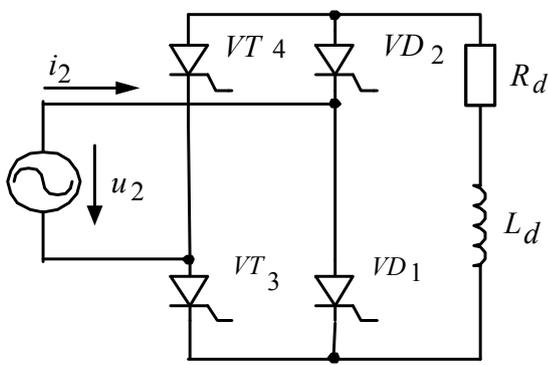

Рис. 32. Однофазный несимметричный мостовой выпрямитель (два диода VD_1 VD_2 и два тиристора VT_3 - VT_4)
1. Рассчитать управляемый выпрямитель (рис. 32). Исходные данные: выпрямленное напряжение $U_{ср} = 220 \dots 150$ В; выпрямленный ток $I_{ср} = 60$ А; напряжение однофазной питающей сети $U_c = 220$ В; частота тока питающей сети $f_c = 50$ Гц; нагрузкой выпрямителя является обмотка возбуждения двигателя постоянного тока; индуктивность обмотки такова, что ток в ней непрерывен.